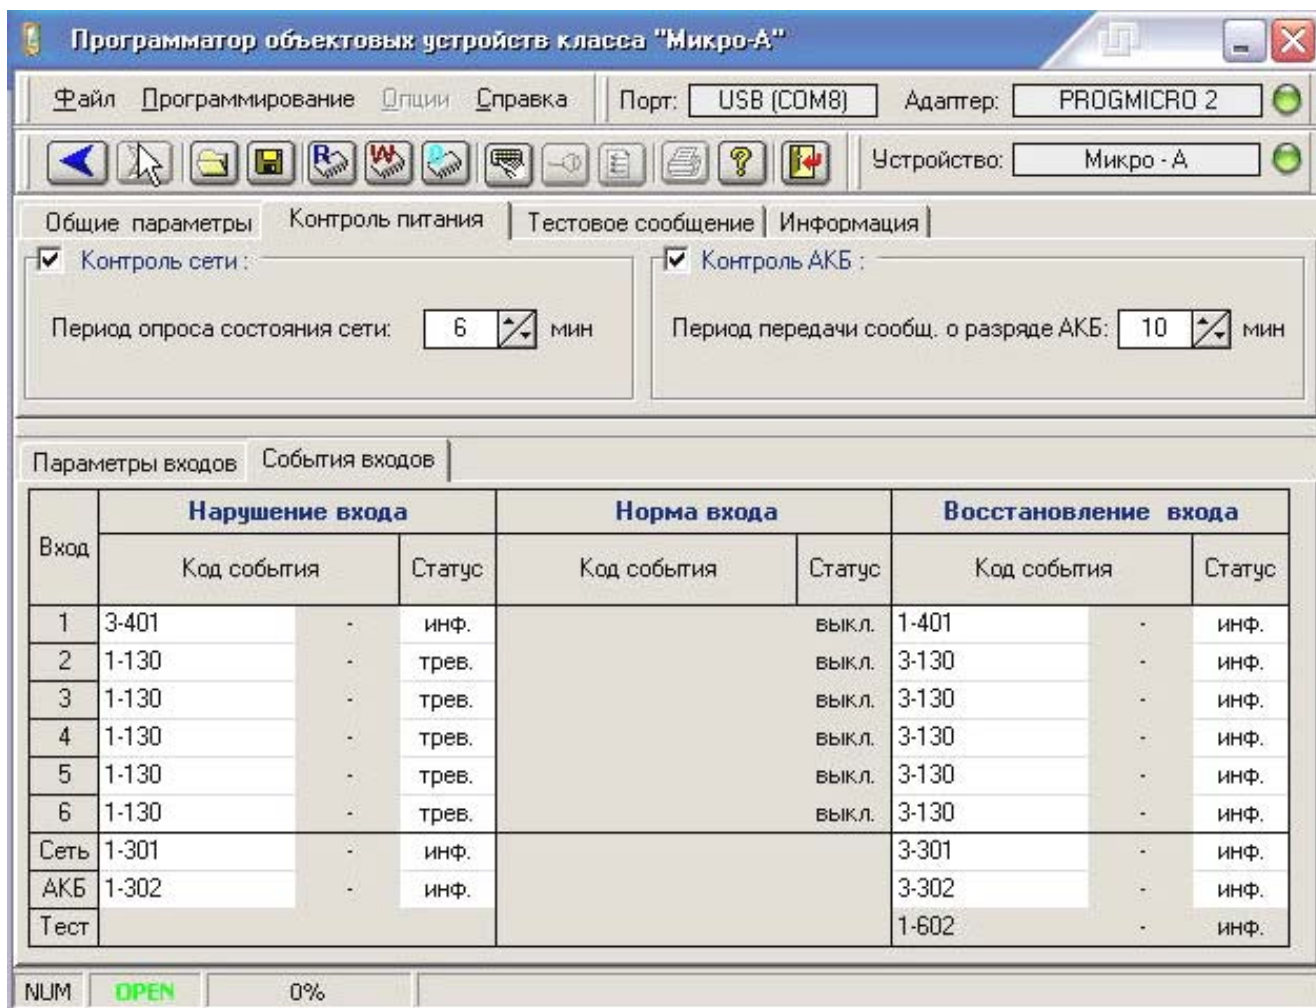

Рисунок 3 – Вкладка «Контроль питания»
1.4.9.3 Вкладка «Контроль питания» (см. рисунок 3) позволяет изменить следующие параметры передатчика:
1.4.9.6 Таблица «События входов» (см. рисунок 3):